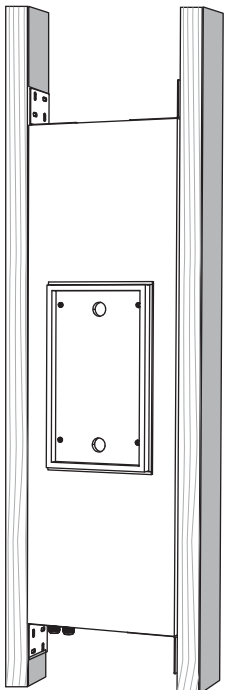

Fig.2 Instale la lata trasera en los soportes
4. Con la ayuda de un asistente, levante con cuidado la lata trasera entre los soportes (Fig. 2), con la entrada de cables en la parte inferior.